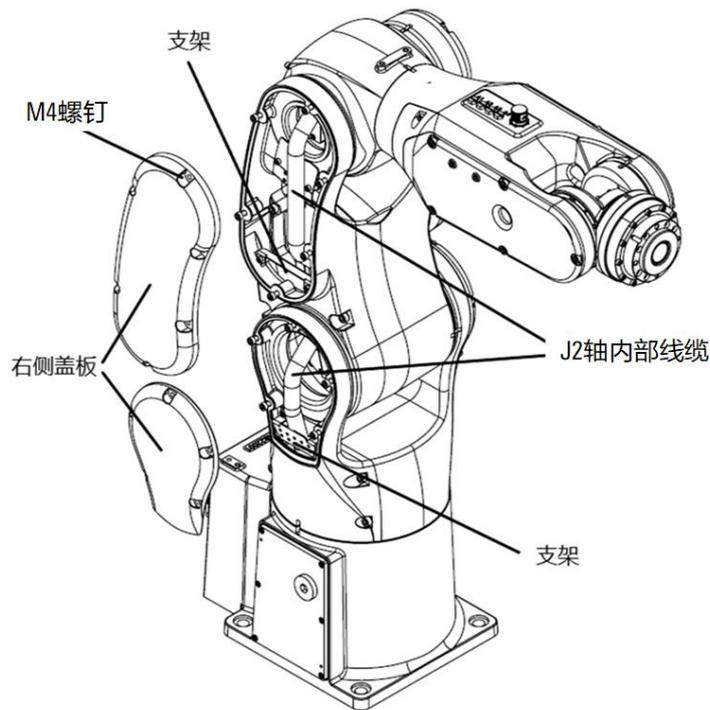

图 10-2 J1, J2 轴内部线缆
- 步骤1. 拆卸右侧盖板，如图 10-2 所示，抽出 J1, J2 轴内部线缆。